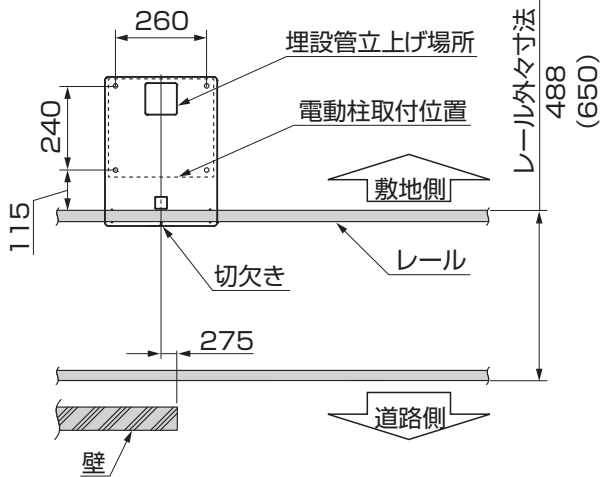
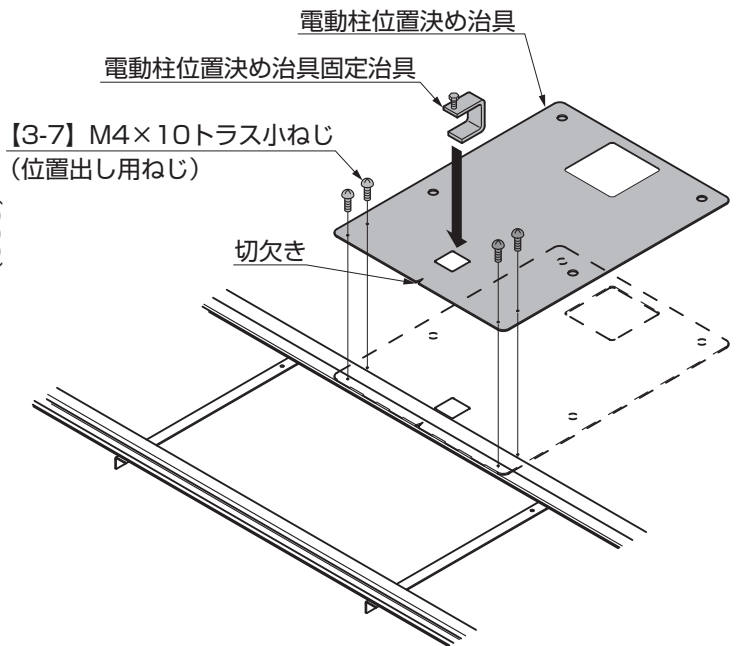
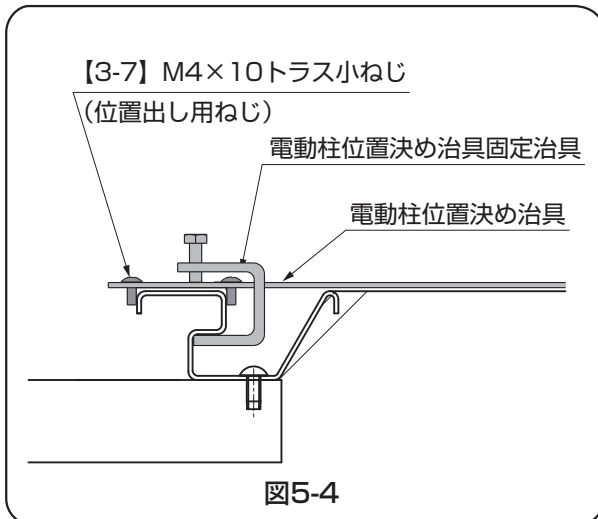
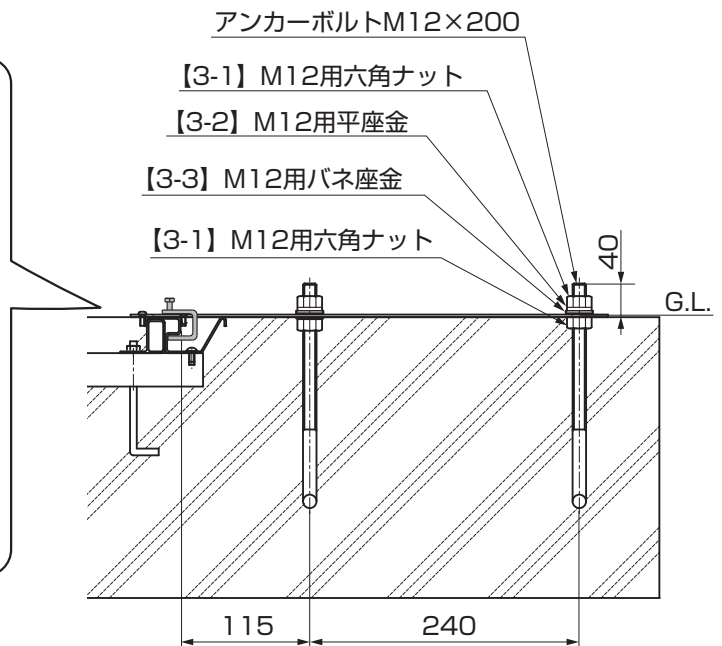

図5-1
図5-2
図5-4
図5-3
- ①位置出し用ねじ【3-7】の間にレールが来るように、電動柱位置決め治具をの切欠きに寸法値に合わせて設置してください。(図5-1、図5-2、図5-4参照)
- ②電動柱位置決め治具固定治具レールに電動柱位置決め治具を固定してください。(図5-2、図5-3、図5-4参照)
- ③アンカーボルトM12×200のボルト先端が電動柱位置決め治具から40mm出るように取付けてください。(図5-3参照)
- ④【3-7】を取外してください。